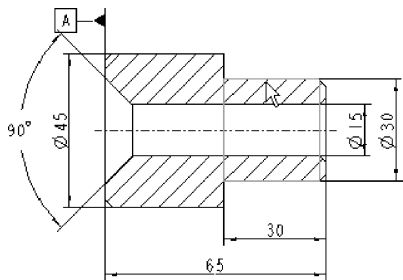
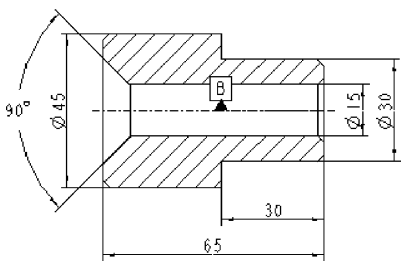

图 10-231 选取曲面
图 10-232 基准放在轴线上
(10) 选择【过柱面】选项, 选取如图 10-231 所示的圆柱面作为参照, 此时基准放在轴线上, 如图 10-232 所示, 不满足要求。